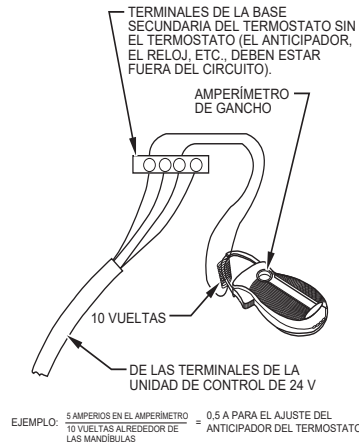

Fig. 66 – Verificación del amperaje con un amperímetro A96316SP
2. Conecte un amperímetro entre los terminales R y W de la sub-base o entre los cables R y W de la pared. Consulte la Fig. 66.